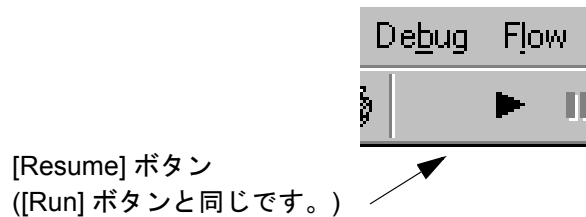

図 2-24. プログラムを再開する ([Run] ボタンと同じ)
3. プログラムを再開すると、プログラムが続行され、次にブレークポイントが設定されているオブジェクトの手前で休止します。図 2-24 に示したように、ツールバーの [Resume] ボタンをクリックします。または [Debug] メニューにある [Resume] を選択します。